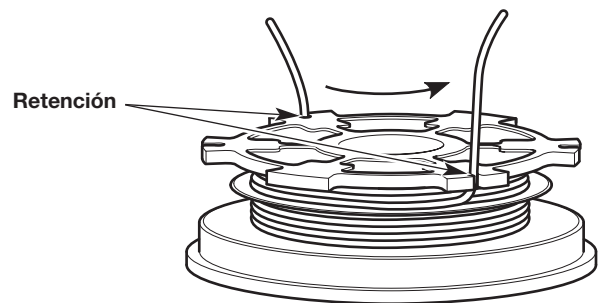

Fig. 21
3. Inserte los dos extremos de 6 pulgadas dentro de las dos ranuras de retención de .095 (Fig. 21).
4. Inserte los dos extremos de 6 pulgadas dentro de las dos ranuras de retención de .095 (Fig. 21).